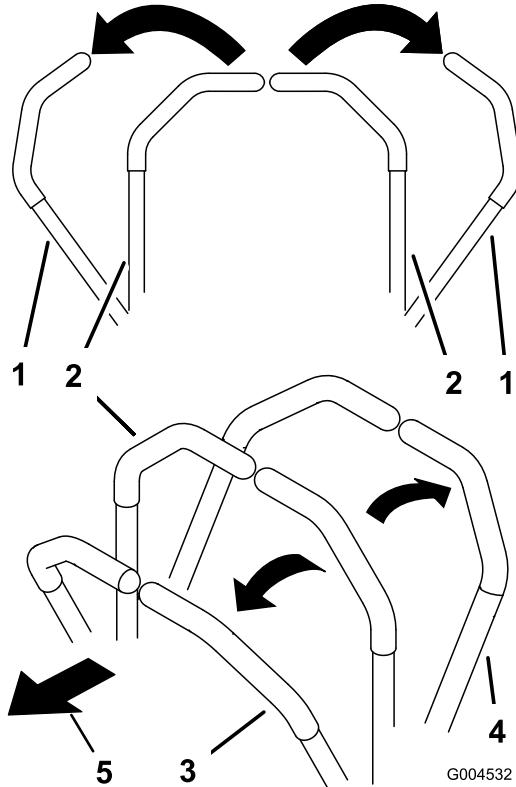

Figura 17
1. Togliete le leve di controllo del movimento (Figura 17) dalla posizione di blocco in folle.
- per fare marcia avanti spingete lentamente in avanti le leve di controllo del movimento (Figura 17).
- per fare marcia indietro tirate lentamente indietro le leve di controllo del movimento (Figura 17).
- per svolte, rallentate tirando indietro entrambe le leve, poi spingete in avanti la leva sul lato opposto a quello da cui volete svolteare (Figura 17).